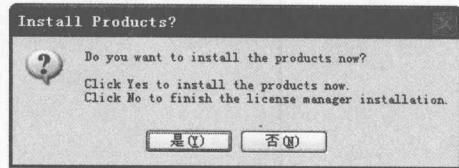

图1-13 询问安装产品
(9) 出现询问是否安装产品信息提示, 如图 1-13 所示。